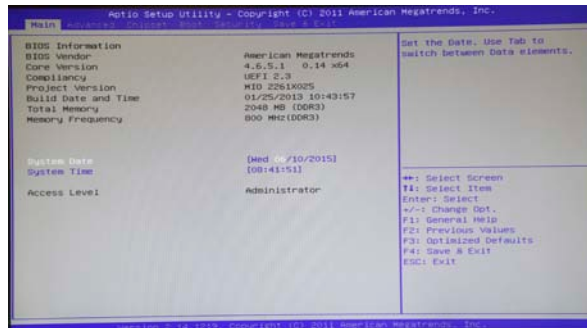

Abb. 36 Ansicht 1 Systemwiederherstellung
- ➡ Wenn Sie das folgende Startbild, siehe Abb. 36, sehen, betätigen Sie die DEL-Taste.
Nun erscheint die folgende Ansicht, siehe Abb. 36.